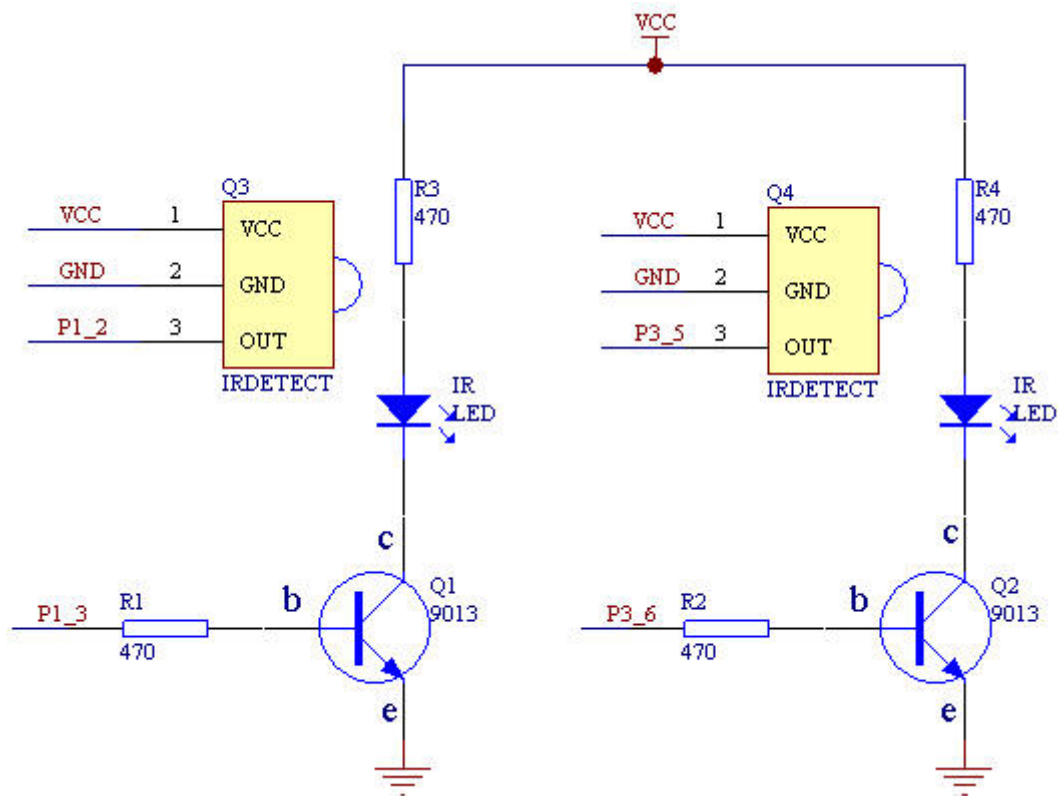
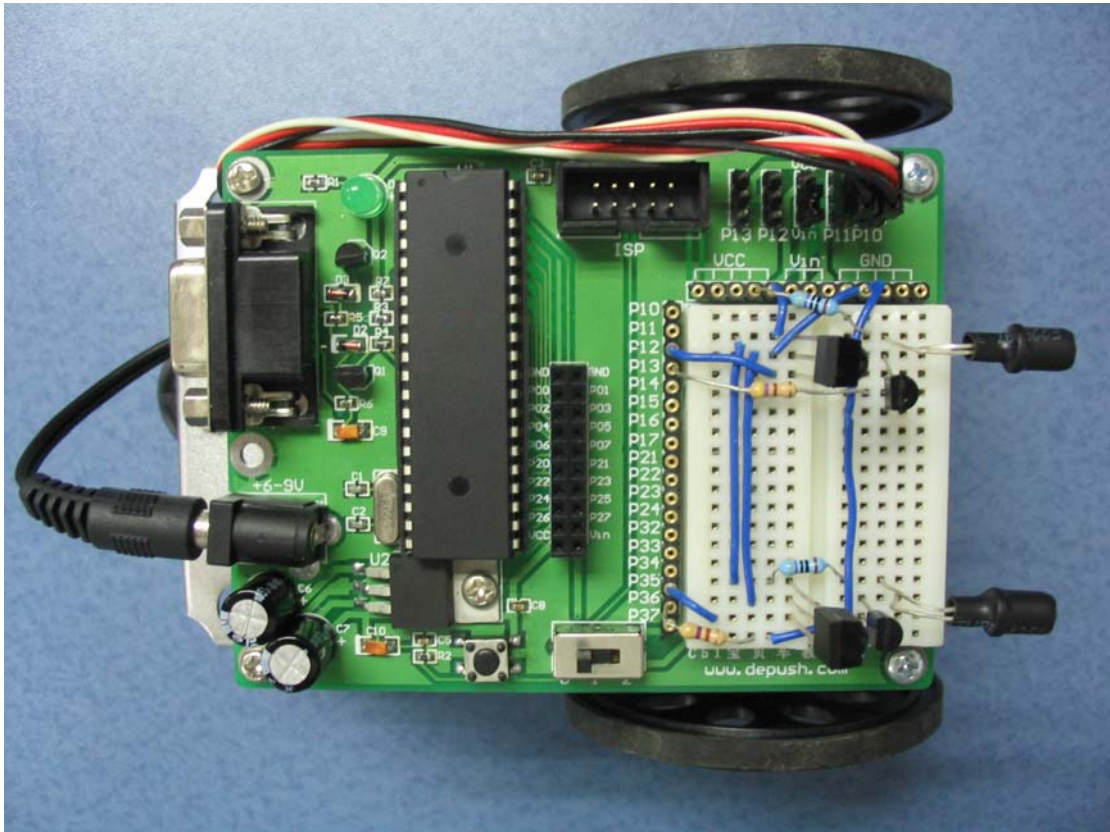

图 5-3 左侧和右侧IR组原理图
图5-4 左右IR组实物参考图
- 建立图5-3所示的电路，可参考实物图5-4
现在简单地说下9013的工作原理。它的基区做得很薄，当按图5-3连接时，发射结正偏，集电结反偏，发射区向基区注入电子，这时由于集电结反偏，对基区的电子有很强的吸引力，所以由发射区注入基区的电子大部分进入集电区，于是集电极的电流得到了增大。